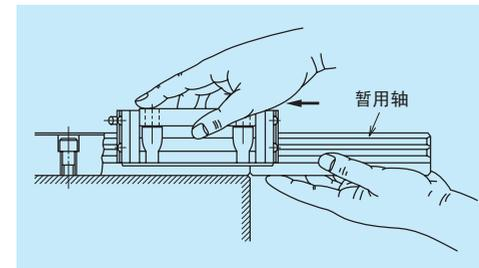

图 10.27
- 但是，当不得已需要将滑块从导轨上卸下时，请一定使用图 10.27 所示的暂用轴 (为了将滑块移动到导轨中时使用的工具)。